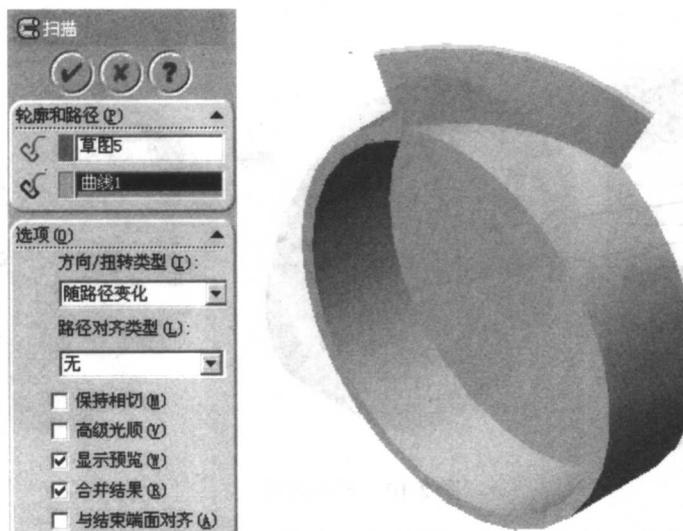

图 2-13 扫描
STEP⑪ 点击(扫描), 选取(矩形草图)为扫描轮廓, 选取(投影曲线)为路径, 如图 2-13 所示, 完成扫描。